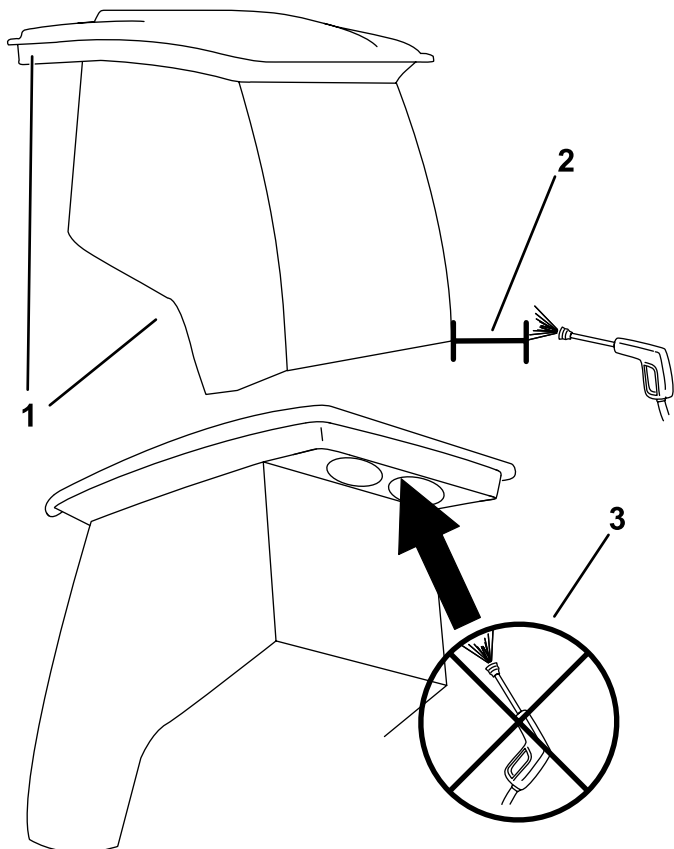

Figura 81
**Importante:** Tenga cuidado alrededor de las juntas de la cabina (Figura 81). Si está utilizando un lavador a presión, mantenga la vara al menos a 0,6 m de distancia de la máquina. No dirija el chorro de la lavadora a presión directamente sobre las juntas de la cabina o por debajo del reborde trasero.